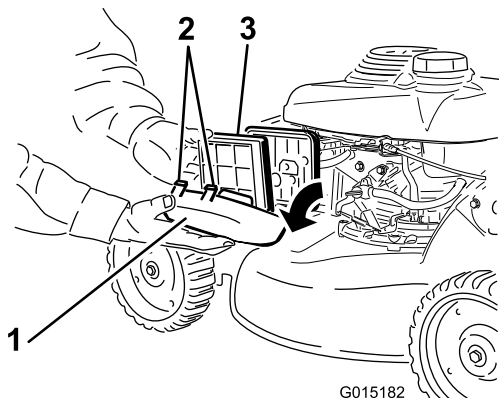

Figura 34
1. Presione hacia abajo los cierres de la parte superior de la tapa del limpiador de aire y retire la tapa (Figura 34).
2. Retire el filtro de aire (Figura 34).